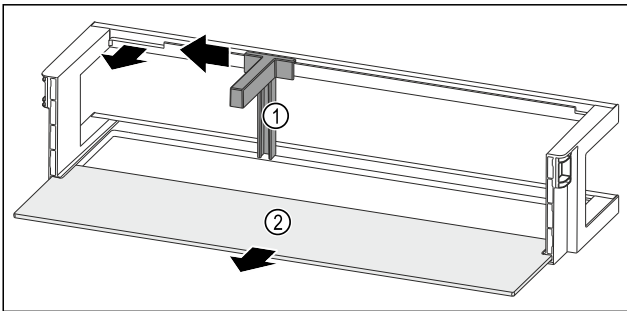

Fig. 199 Balconcino controporta con fermabottiglie e ripiano
- Spingere il fermabottiglie Fig. 199 (1) lateralmente fino all'incavo.
- Rimuovere il fermabottiglie Fig. 199 (1).
- Rimuovere il ripiano Fig. 199 (2).